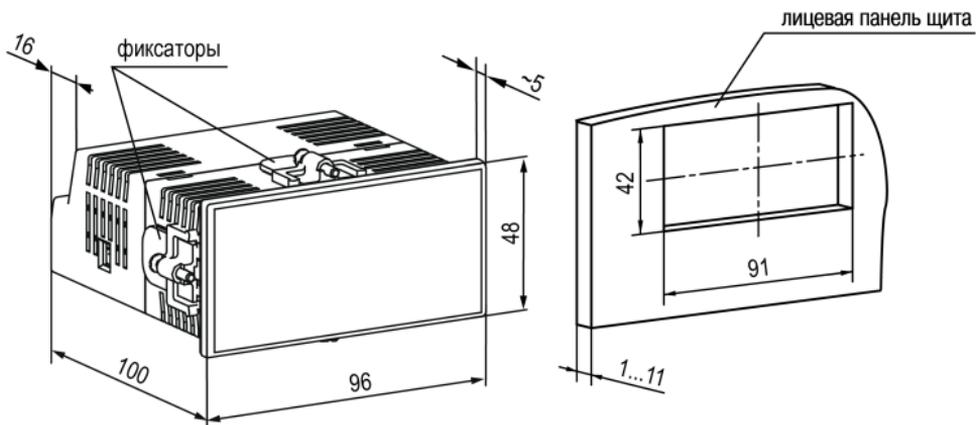

Рисунок 4.5 – Габаритные размеры корпуса Щ2 и монтажного отверстия в щите
1. Подготовить на щите управления монтажный вырез для установки прибора (см. *рисунок 4.5*).